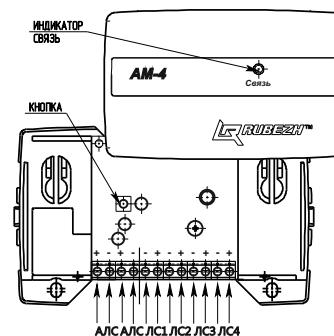

Рисунок 1
5.2 Адресная метка представляет собой конструкцию (см. рисунок 1), состоящую из корпуса, внутри которого размещена плата с радиоэлементами, обеспечивающая обработку сигналов с линии связи. На плате установлены клеммные контакты для подключения адресной метки к АЛС и для подключения линии связи с устройствами.
7.3 Для получения адреса адресной метки надо зайти в пункт «конфигурация» («настройка») => «сервис» => «адресация устройства» и нажать кнопку (см.рисунок 1) на адресной метке.